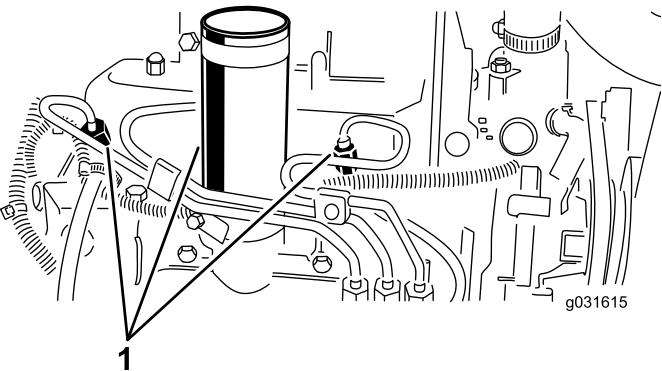

Рисунок 51
1. Ослабьте соединение трубы к соплу № 1 и держателю в сборе (Рисунок 51).